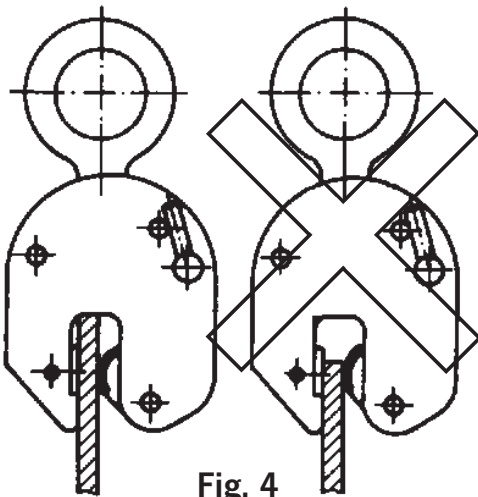

Fig. 4
- De last moet tot de aanslag in de bekopening worden geschoven (Fig. 4).